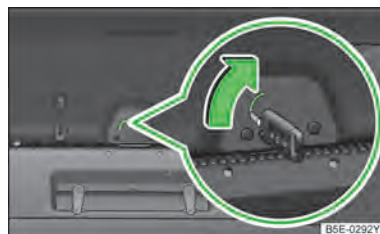
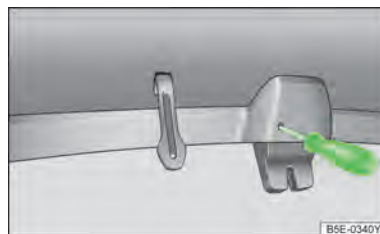

图 52
图 53
- 将汽车钥匙插入饰板的槽口中直至限位位置，通过沿箭头方向转动将行李厢盖解锁 ▶ 图 52。或用类似螺丝刀的辅助工具插入行李厢空间内如图所示的孔中，伸到底并上下移动，可将行李厢盖解锁 ▶ 图 53。